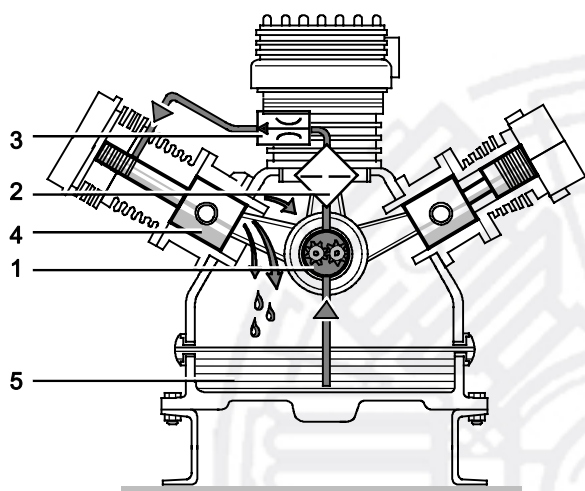

Рис. 23 Система смазки под давлением
Компрессор оснащен системой смазки под давлением (Рис. 23). Давление масла создается медленно работающим шестеренным насосом (1). Оно составляет около **0,5 мПа**.
Привод масляного насоса (1, Рис. 23) осуществляется коленчатым валом. Масляный насос (1) перекачивает масло из отстойника (5) корпуса коленчатого вала через фильтр тонкой очистки (2) и регулирующий клапан минимального давления (3) к цилиндру 3-й ступени (4). Здесь масло распределяется направляющим поршнем и смазывает все подвижные детали компрессора. Регулирующий клапан делает возможной индикацию давления масла на манометре, а также контроль электронным управлением компрессора.